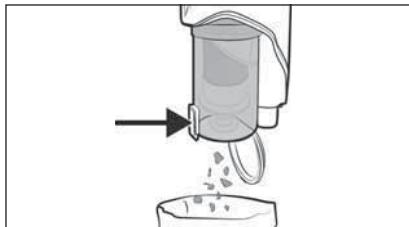

Fig. 18
- 1) Hold støvbeholderen 7 over en affaldsspand, og tryk på oplåsningsknappen til støvbeholderdækslet 8. Støvbeholderdækslet 9 åbner sig, og indholdet falder ned i spanden (se fig. 18). Luk derefters mudsbeholderdækslet 9.